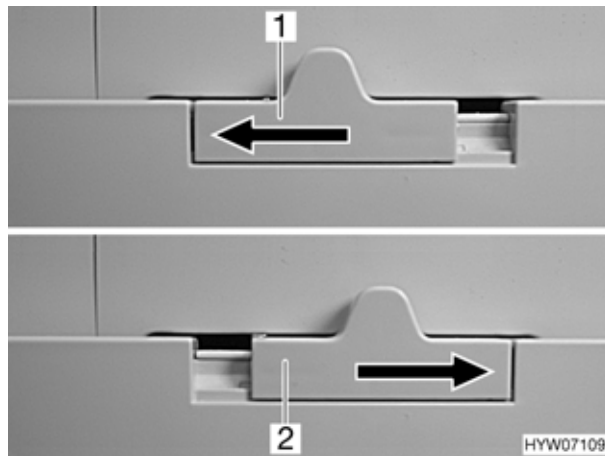

Fig. 163 Bloccaggio della porta del frigorifero (variante 3)
- Spostare il dispositivo di bloccaggio (Fig. 163,1) verso sinistra.
- Spostare il dispositivo di bloccaggio (Fig. 163,2) completamente verso destra.